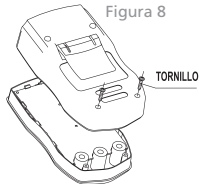

Figura 8
B. Reemplazar la batería (Figura 8)
C. Reemplazar los fusibles (Figura 8)